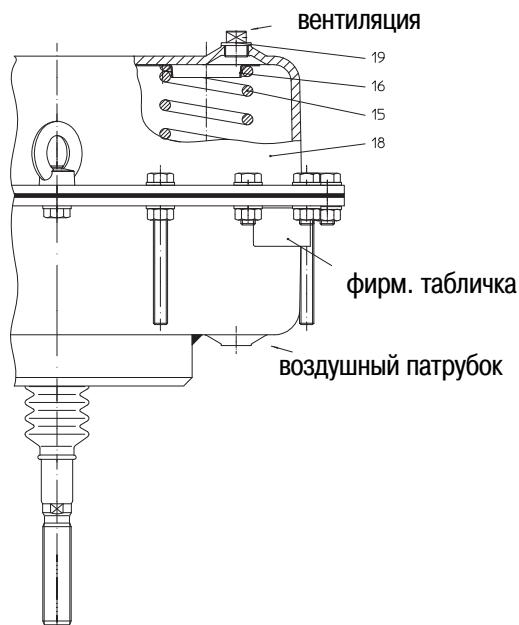

Рис. 25
- Установите пружины (15) на центрирующий элемент (16) в мембранный тарелке (11), затем уложите второй центрирующий элемент (16) на пружины (15).
- Следите за правильной посадкой пружин! (см. Рис. 25!) Расположите пружины (15) так, чтобы над вырезом в центрирующем элементе (16) располагалось вентиляционное отверстие в кожухе мембранны (18).
- Установите кожух мембранны (18) на пружины (15) и закрепите винтами. (момент затяжки см. п. 8.1)